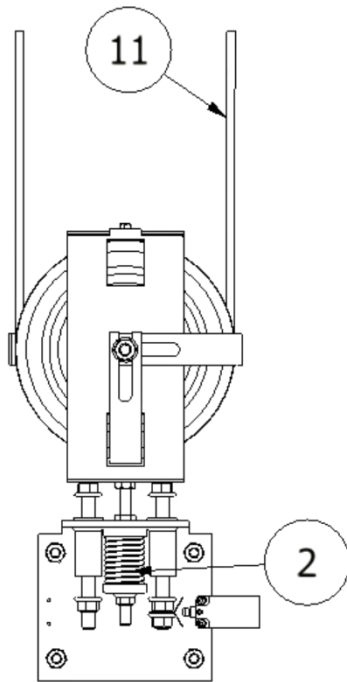
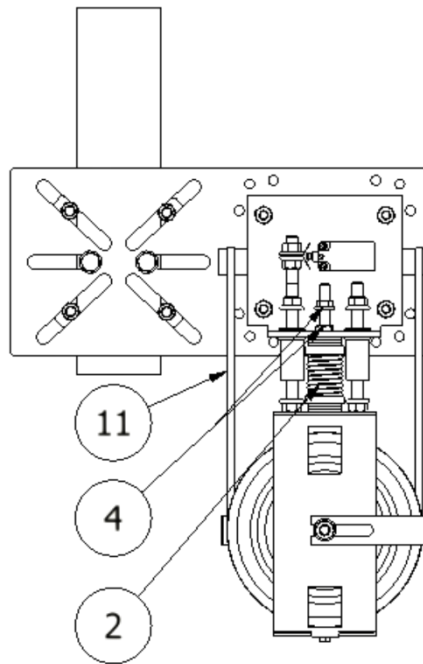

Fig. 4
Fig. 4A
- I tenditori a molla R4M/R4MS vengono forniti con la molla compressa nella posizione di lavoro e registrata presso PFB con il dado (4) verniciato per sigillatura. Una volta montata la fune (11) che collega la puleggia del tenditore con quella del limitatore di velocità, è assolutamente necessario applicare un tiro sulla fune che garantisca di mantenere la molla compressa nella stessa posizione registrata in PFB, dopodiché è necessario svitare il dado (4) e riportarlo in alto contro l'altro dado. (vedi Fig. 4 / Fig. 4A)
- The spring tensioners R4M/R4MS are supplied with the spring compressed in the working position settled in PFB with the nut (4) painted for sealed. Once the cable (11) which connects the pulley of the tensioner with the overspeed governor is mounted it, it is absolutely necessary to apply a pull on the rope which guarantees to keep the compressed spring in the same position as settled in PFB, after this it is necessary to unscrew the nut (4) and bring it back up against the other nut. (see Fig. 4 / Fig. 4A)
- Les tendeurs à ressort R4M/R4MS sont livrés avec le ressort comprimé en position de travail et réglé par PFB avec l'écrou (4) peint pour plombage. Après montage du câble (11) qui relie le galet tendeur à celui du limiteur de vitesse, il faut absolument exercer une traction sur le câble qui assure le maintien du ressort comprimé dans la même position réglé par PFB, après quoi il faut dévisser l'écrou (4) et l'amener vers le haut contre l'autre écrou. (voir Fig. 4 / Fig. 4A)
- R4M/R4MS-Federspanner werden mit in Arbeitsstellung zusammengedrückter und bei PFB registrierter Feder und mit der zur Versiegelung lackierten Mutter (4) geliefert. Nach der Montage des Seils (11), das die Spannrolle mit der Rolle des Geschwindigkeitsbegrenzers verbindet, muss unbedingt an dem Seil gezogen werden, um sicherzustellen, dass die komprimierte Feder in der gleichen Position bleibt, die in PFB eingestellt ist, danach ist es erforderlich, die Mutter (4) abzuschrauben und wieder nach oben gegen die andere Mutter zu bringen. (siehe Abb. 4 / Abb. 4A)
- Las tensoras con resorte R4M/R4MS se suministran con el resorte comprimido en posición de trabajo y tarado en PFB y con la tuerca (4) pintada para sellado. Una vez montado el cable (11) que une la polea tensora con la polea del limitador de velocidad, es absolutamente necesario aplicar una tensión en el cable que asegure que el resorte comprimido se mantenga en la misma posición registrada en PFB, tras lo cual es necesario desatornillar la tuerca (4) y volver a colocarla arriba contra la otra tuerca. (ver Fig. 4 / Fig. 4A)